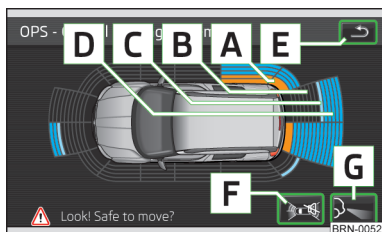

Fig. 15
- J** Commutation vers l'affichage OPS » fig. 15 à la page 40.